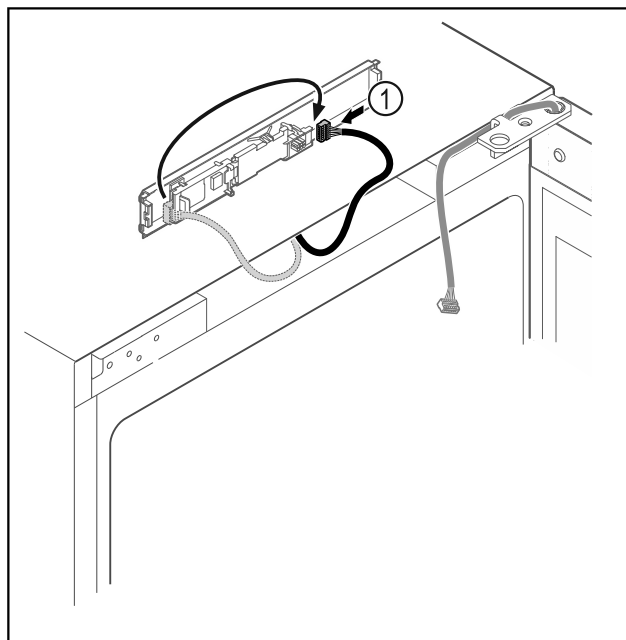

Fig. 20
- ▶ Sett pluggen Fig. 20 (1) om på kretskortet.